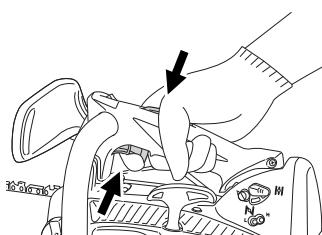

Fig. 14
8. Luego de arrancar el motor, tire por completo del gatillo del acelerador y suéltelo de inmediato. (**Fig. 14**)